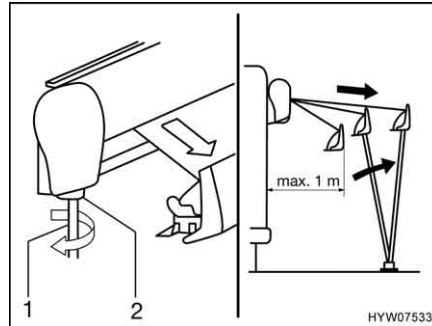

Fig. 36 Estrazione della tenda
- Inserire la manovella (Fig. 36,1) nel supporto a baionetta (Fig. 36,2) della tenda e girarla in senso antiorario. La tenda si apre dopo un paio di rotazioni.